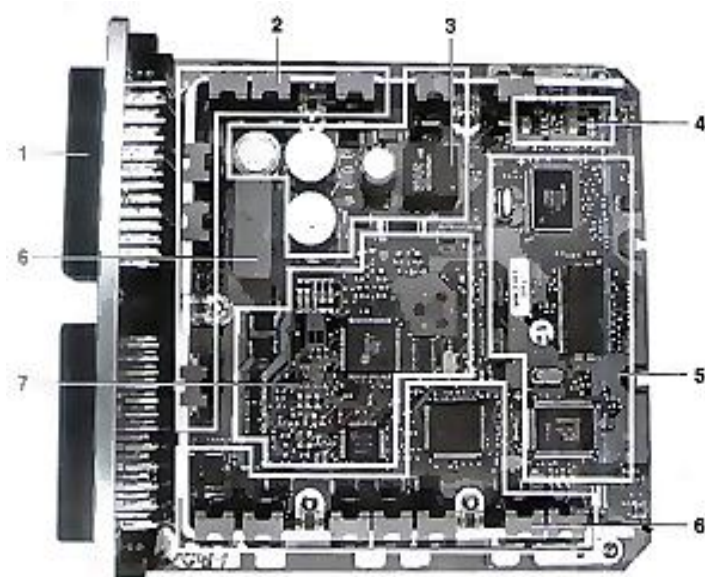

Рис.2.6. Электронный блок управления.
Современные цифровые технологии позволяют применять широкий ряд управляющих функций в автомобиле. Много параметров, влияющих на его работу, могут приниматься во внимание одновременно, так что управление различными системами может осуществляться с максимальной эффективностью. Электронный блок управления (ЭБУ) (рис. 2.6.) получает электрические сигналы от датчиков или от генераторов в ожидаемом интервале значений, оценивает их и затем проводит вычисление пусковых сигналов для исполнительных устройств (приводов). Программа управления хранится в специальной памяти, а за реализацию этой программы отвечает микропроцессор.
ЭБУ (рис. 2.6.) размещается в металлическом корпусе и соединяется с датчиками, исполнительными устройствами и источником питания через многоштырьковый разъем (1). Компоненты электронной системы для